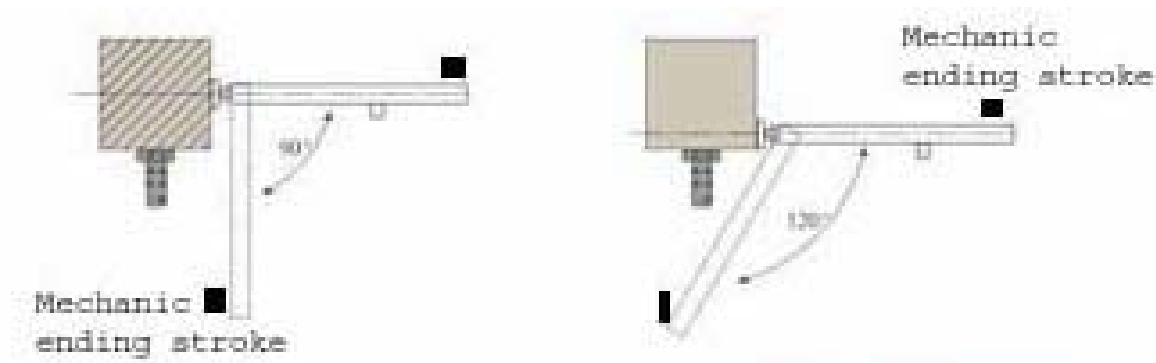

Fig. 3
- 2 Ouvrir manuellement la grillet et fixer des arrêts mécaniques de fin course en ouverture et fermeture des portes (voir fig.3)